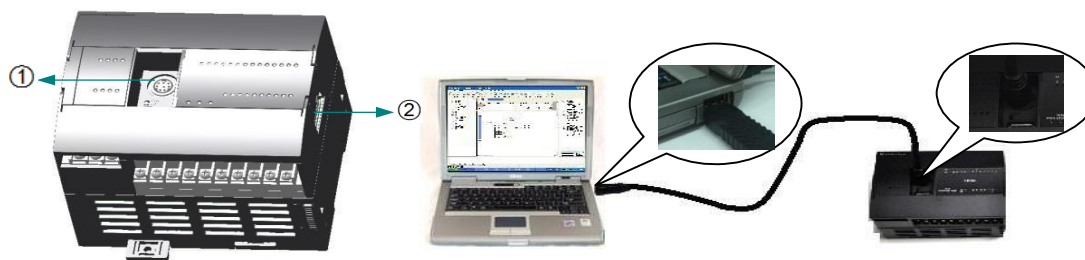

Рисунок 31 Схема подключения коммуникаций
Соединение и связь между модулем ЦПУ и ПК осуществляются следующим образом осуществляется через PS/2 (① на рис. 31), стык и связь между процессорным модулем и модулем расширения - через разъем (② на рис. 31).